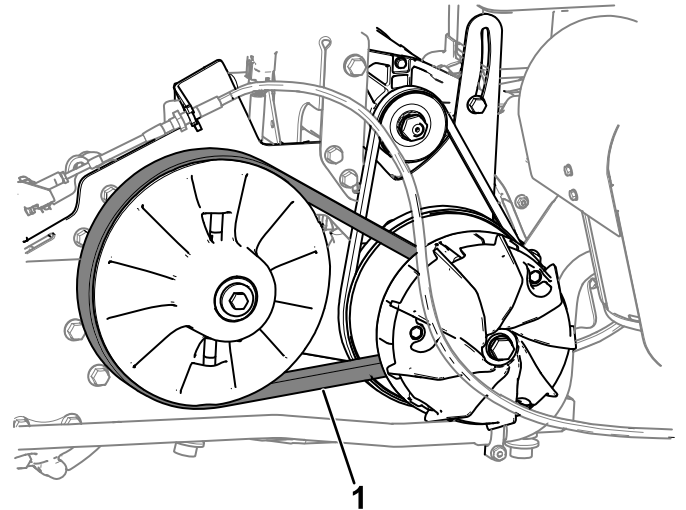

Bild 55
5. Drehen und prüfen Sie den Riemen (Bild 55) auf überdurchschnittliche Abnutzung oder Beschädigung.